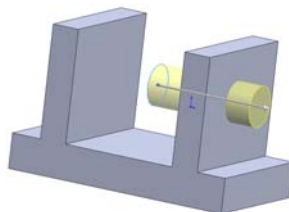

图 3-8 终止条件为“给定深度”及其预览效果
(1) 给定深度。从草图的基准面以指定的距离拉伸特征。图 3-8 所示终止条件为“给定深度”，拉伸深度为 70mm 时的属性管理器及其预览效果。